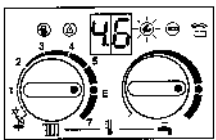

Рис. 53
- После отпущения сервисклавиша высветывает 5 секунд, напр., "4.6", после этого "00." или "01." и клавиша светится (рис. 53).